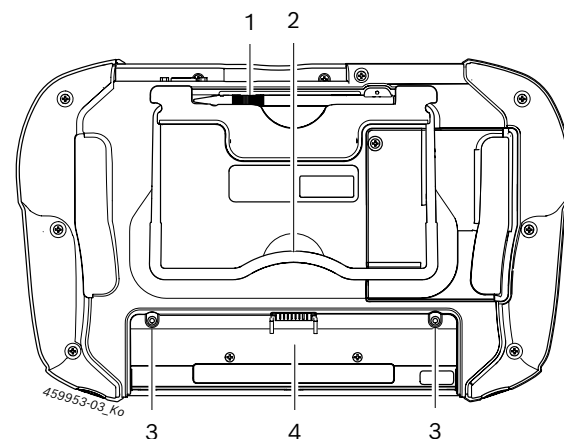

Fig. 3: KTS 350 Underside
➤ Sæt batteriet i batterirummet, og fastgør det med de to skruer, der befinder sig på batteriet (se fig. 3, pos. 3).